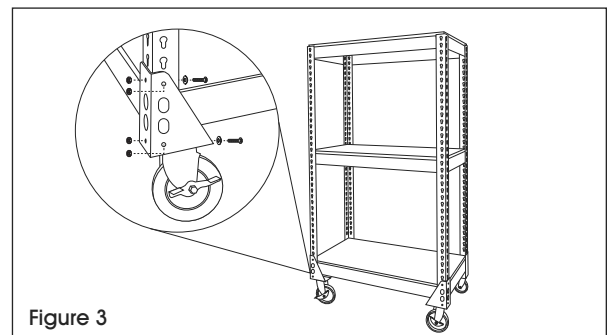

Figure 3
2. À l'aide des écrous, des boulons et des rondelles, fixez la plaque de base gauche et la roulette au montant en vous servant des trous se trouvant en haut et en bas des deux côtés de la plaque. (Voir Figure 3)